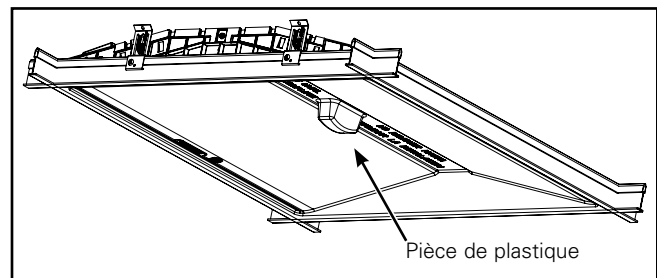

Figure 1.
2. Notez que la gaine de plastique protectrice livrée à l'intérieur du luminaire doit rester dans le luminaire pour protéger les lentilles pendant l'installation (Figure 1). Lorsque vous manipulez le luminaire, prenez soin de ne pas égratigner ou endommager ses lentilles.